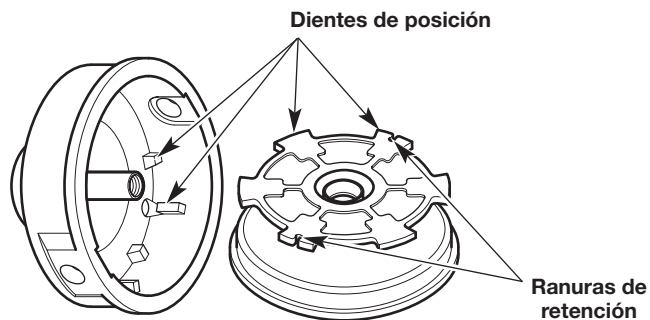

Fig. 29
- Controle los dientes de posición y las ranuras de retención para detectar si están desgastados (Fig. 29). Si es necesario, elimine las rebabas o reemplace el carretel interior y la bobina exterior.